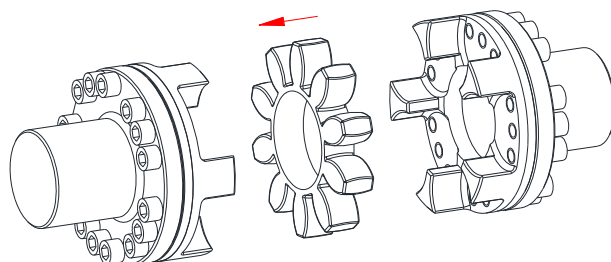

Fig. 26 : Montage de l'anneau
- Positionner l'anneau dans les doigts de la flasque d'entraînement côté moteur ou récepteur (voir Fig. 26).